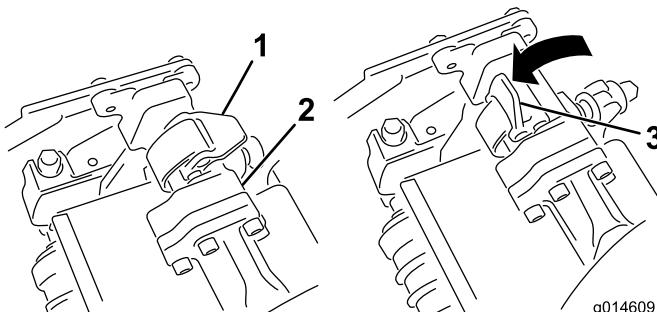
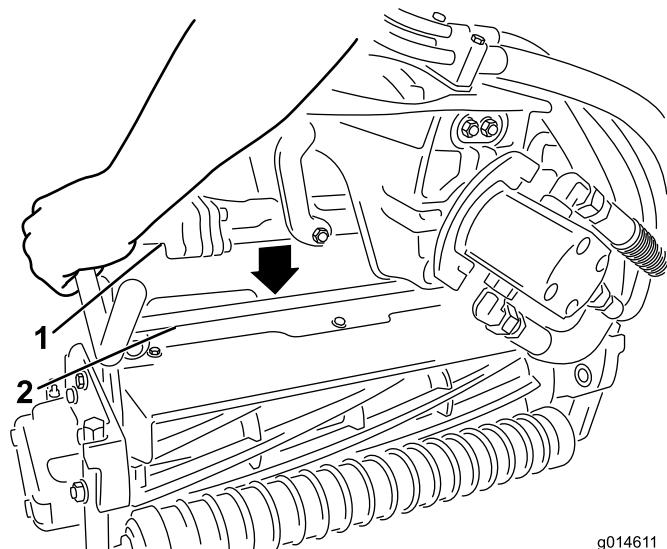

Figure 12
Figure 13
- Les verrous de la barre de bras de suspension étant orientés en haut (c.-à-d. ouverts) (Figure 12), poussez le bras de suspension vers le bas pour que la barre s'engage sur la barre transversale en haut du plateau de coupe (Figure 13).
- Fermez les verrous autour de la barre du plateau de coupe et bloquez-les en place (Figure 12).